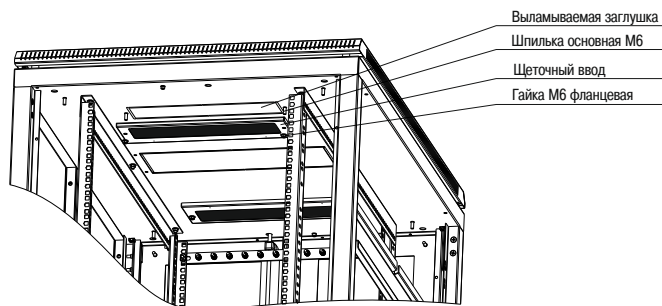

Рисунок 12 – Монтаж щеточного кабельного ввода
4.5.1 Для монтажа щеточных кабельных вводов в крыше шкафа необходимо выломать металлические заглушки, совместить посадочные отверстия в кабельном вводе с осями шпилек основания, затем притянуть их к основанию двумя гайками М6 (с фланцем) (рисунок 12).